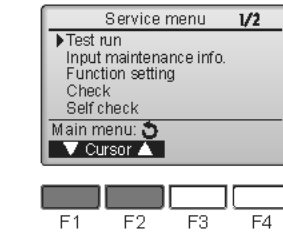

Fig. 8-1
- ① Service (Servis) menüsünden "Test run" (Çalışma testi) öğesini seçin ve [SELECT] (SEÇ) düğmesine basın. (Fig. 8-1)